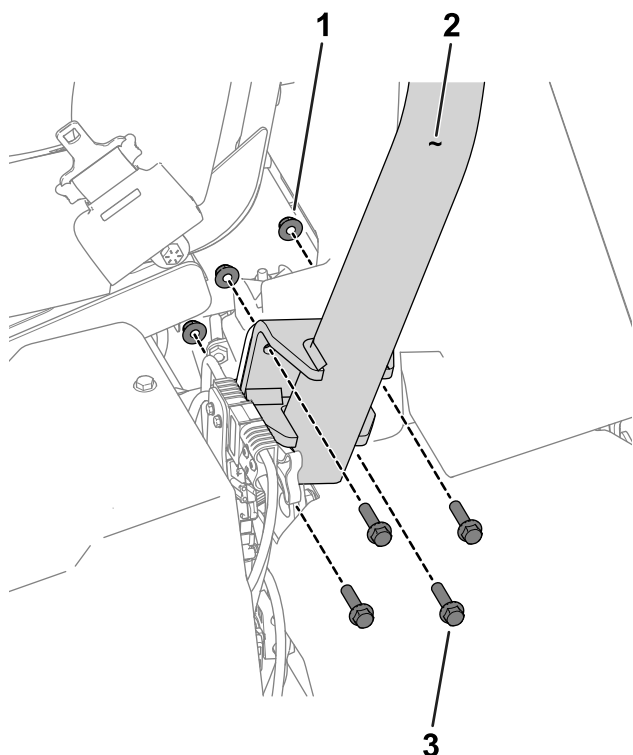

Figure 3
3. Avec 8 boulons à tête hexagonale ($\frac{3}{8}$ x $1\frac{1}{2}$ po) et 8 écrous ($\frac{3}{8}$ po), fixez l'arceau de sécurité sur ses supports de chaque côté de la machine (Figure 3).